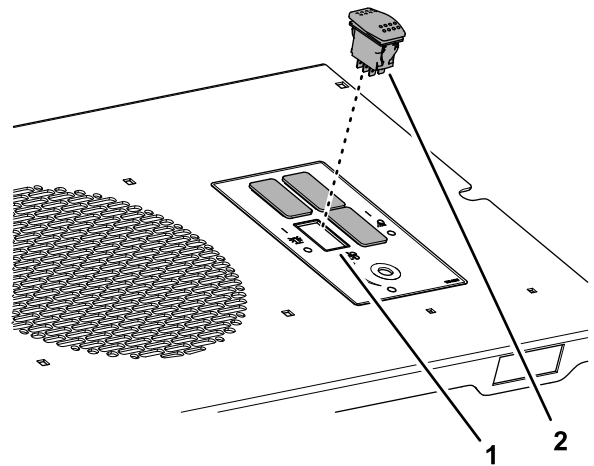

Bild 12
7. Verbinden Sie den Rundumleuchtenschalter mit dem Bedienfeld, wie in Bild 12 dargestellt.